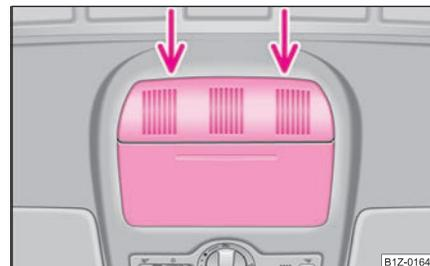

Fig. 43 Découpe dans le revêtement de pavillon: Point d'introduction du tournevis
- Tirez le cache vers le bas ⇒ fig. 43.